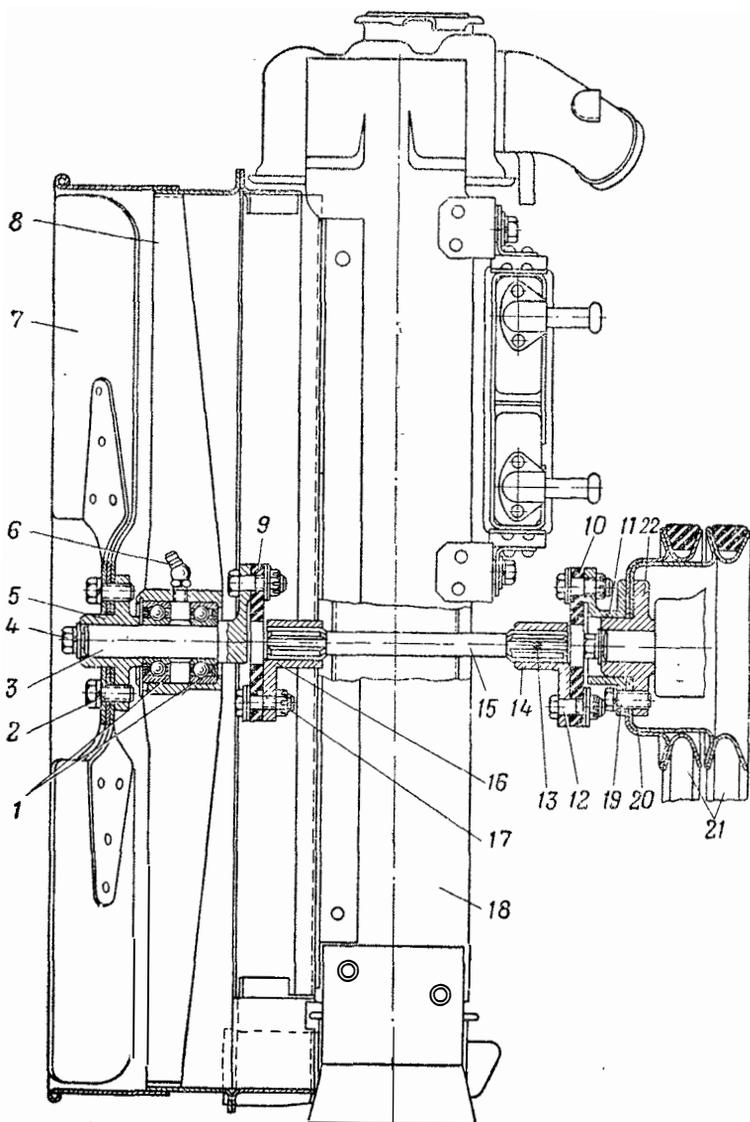

Рис. 36. Установка вентилятора и его привода:
8. Снять водяной радиатор 18 (рис. 36) с промежуточного вала 15 и вынуть из корпуса машины.
1. Установить водяной радиатор 18 (рис. 36) на промежуточный вал 15.
2. Вывернуть болты 2 (рис. 36) крепления вентилятора 7 и снять вентилятор со ступицы 5.
1. Установить муфты 9 и 10 (рис. 36) и вилки 14 и 16 на фланец 11 и фланец вала 3 вентилятора и закрепить болтами 12 и 17 с гайками и плоскими шайбами. Гайки затянуть до отказа и зашпelinтoвaть шпelinтaми.
4. Расшплинтовать и отвернуть гайки болтов 12 (рис. 36) и снять муфту 10 и вилку 14 в сборе с промежуточным валом 15.
3. Установить шкивы 20 (рис. 36) и фланец 11 на ступицу 22 водяного насоса и закрепить болтами 19 с пружинными шайбами.